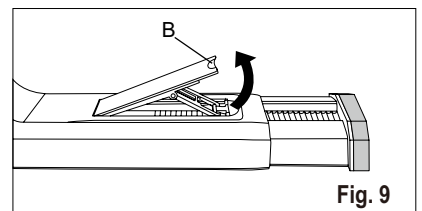

Fig. 9
1. Öppna fönsterbågen och lyft låsspaken till skjutfönstersatsen (Fig. 9)